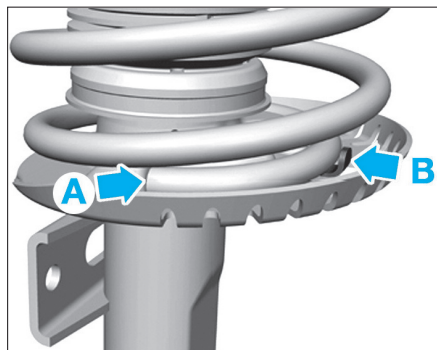

FIG. 17
- L'extrémité de la spire du ressort (2) doit venir en appui contre la butée en (A) et l'ergot (B) (Fig.17).